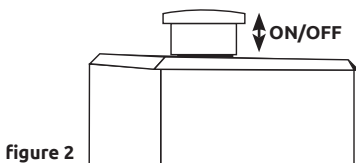

figure 2
- Ouvrez la vanne de sortie, réglez le bouton de l'interrupteur de pression en position «ON» (Fig.2) et laissez le compresseur fonctionner pendant 10 minutes sans charge, afin d'assurer la lubrification des pièces mobiles avant le service régulier.